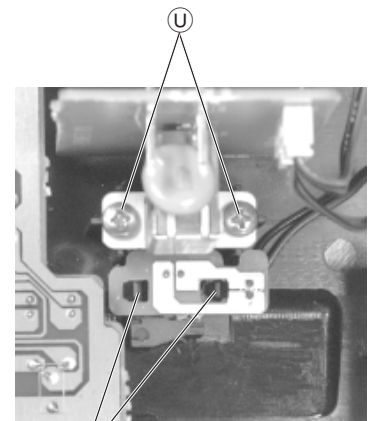

Fig. 15
- 2 Schrauben **U** (Fig. 15) herausschrauben und Netzschalterplatte abnehmen.
- 2 Rastnasen **V** (Fig. 15) austrasten und Power-LED-Platte abnehmen.
- Undo 2 screws **U** (Fig. 15) and take out the Power Switch Board.
- Disengage 2 locking lugs **V** (Fig. 15) and take out the Power LED Board.